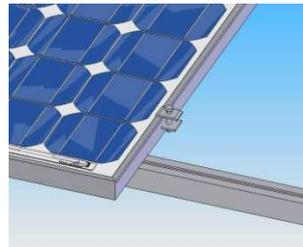

Fig. 6
- Il modulo fotovoltaico dovrebbe essere assicurato a ciascuno dei quattro supporti mediante opportuni dispositivi di aggancio come in Fig.5. Il fissaggio può essere effettuato sul lato frontale della cornice con la precauzione di non toccare il vetro e di non divenire una fonte di ombra per le celle fotovoltaiche. Il bullone di tenuta dovrebbe essere almeno di tipo M6 8.8. (vedere Fig. 6).